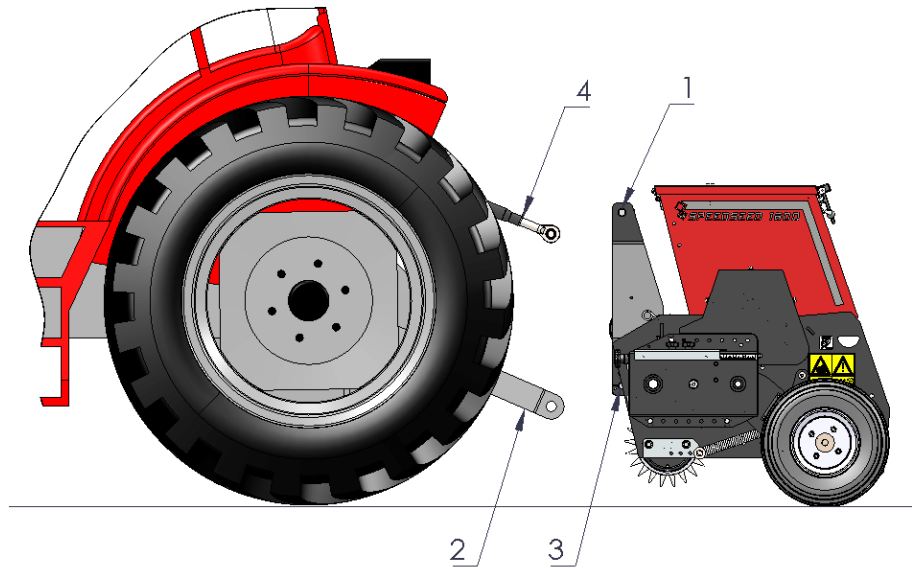

Figura 2
1. Rimuovere il perno a 3 punti superiore **(1)** dalla macchina (**vedere la Figura 2**).
La macchina deve essere preparata per l'uso come segue (vedere la **Figura 2**):